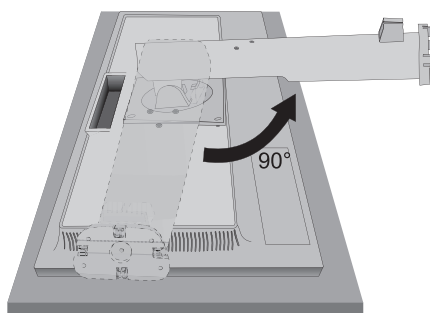

Figura 1
1. Sitúe el monitor boca abajo en una superficie no abrasiva (**Figura 1**).
2. Pivote la base 90 grados, como se muestra en la **Figura 1**.